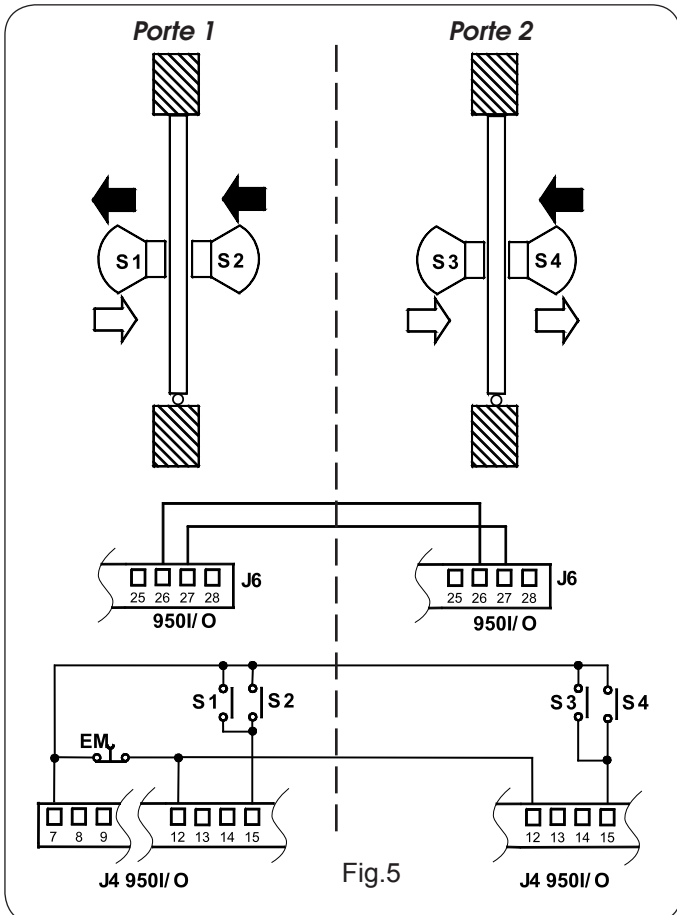

Fig.5
- Réaliser les connexions entre les armoires 950I/O des deux automatismes et des capteurs d'après la fig. 5.